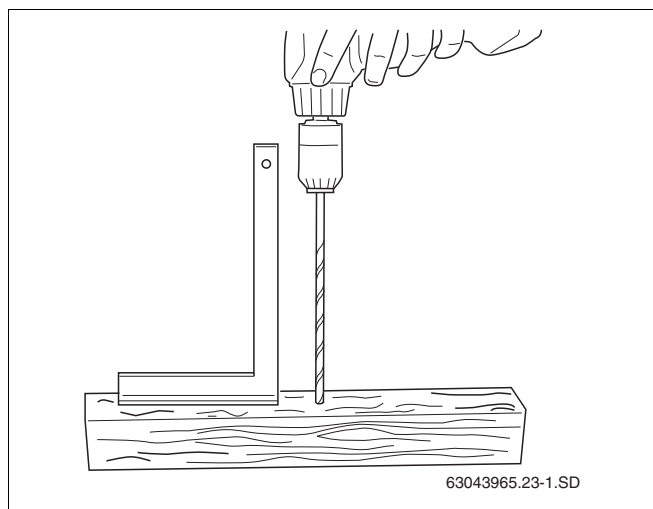

Fig. 22 Realizzare uno stampato per la foratura
- Procuratevi un legno squadrato di circa 0,50 – 1,00 m di lunghezza. Eseguite un foro passante (Ø 6 mm) verticalmente nel legno squadrato (fig. 22).